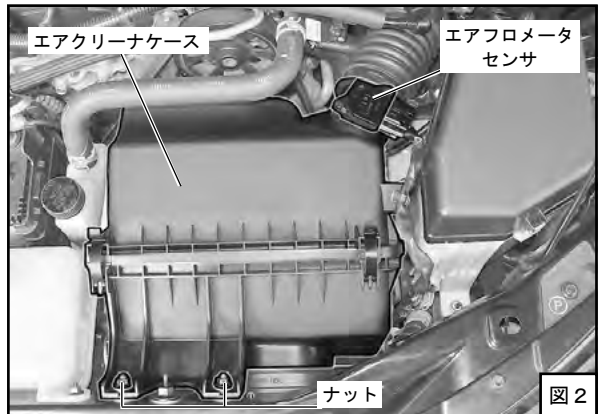

図 2
- (2) エアフロメータセンサのコネクタを取外してください。（図 2）
- (3) ナット 2 個を外し、ホースバンドをゆるめてエアクリナーケースとエアフロメータセンサを一体で取外してください。（図 2）
- (10) エアクリーナケースからエアフロメータセンサを取外してください。(図2)